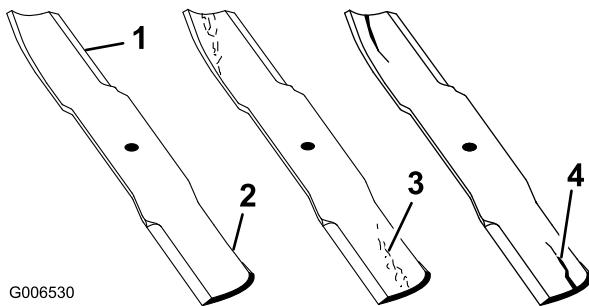

Figure 56
1. Examinez le tranchant des lames (Figure 56). Si les lames ne sont pas tranchantes ou si elles présentent des indentations, enlevez-les et aiguisez-les (voir Aiguisage des lames).
2. Inspectez les lames, surtout la partie relevée (Figure 56). Remplacez immédiatement toute lame endommagée, usée ou qui présente une entaille (Figure 56).